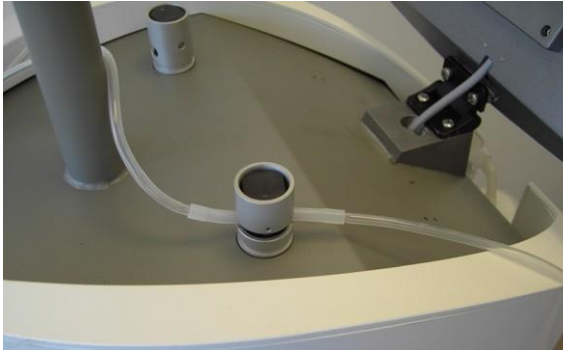

Figure 3-65. Tuyau d'extraction inséré dans l'électrovanne de gauche
21. Relâchez l'électrovanne et vérifiez que le tuyau est correctement inséré dans son logement, comme illustré à la Figure 3-65.